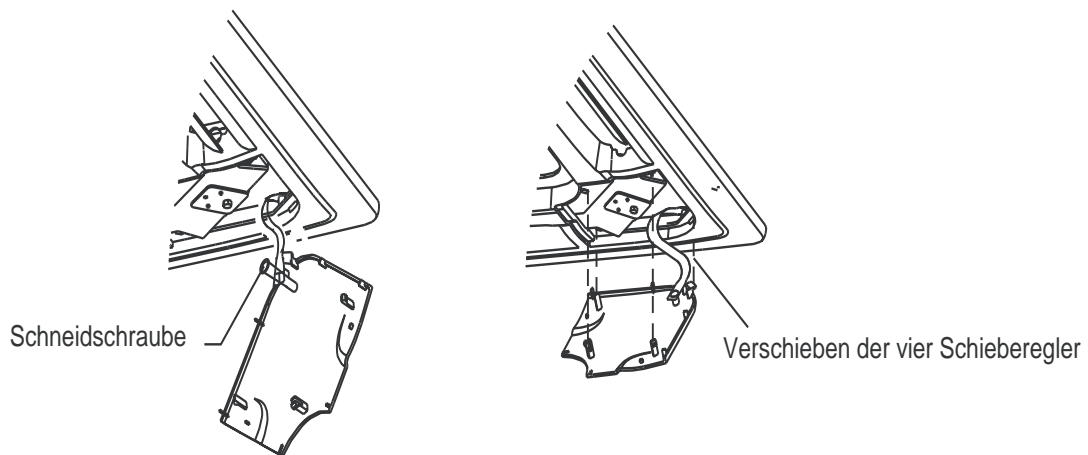

Abb.26
1. Befestigen Sie das Seil der Eckenabdeckung an der Schraube der Eckenabdeckung (Abb.26).
2. Drücken Sie die Abdeckung leicht in die Verkleidung (Abb.26).